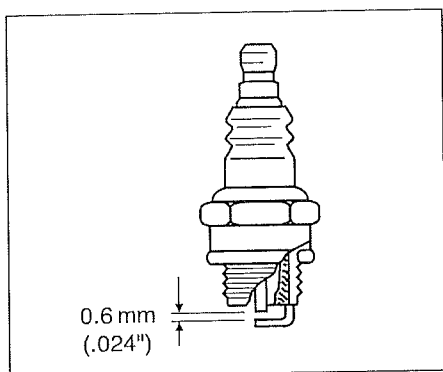

Fig.3-3
**En Spark plug (Fig. 3-3)**
**Fr Bougie (Fig. 3-3)**
**It Candela (Fig. 3-3)**
### Ge Zündkerze (Fig. 3-3)
### Sp Bujía (Fig. 3-3)
### Sw Tändstift (Fig. 3-3)